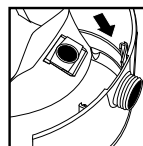

FIGURE 28
41. Faites glisser le déflecteur d'admission comportant le sac filtre dans le guide du déflecteur. **FIGURE 28.**